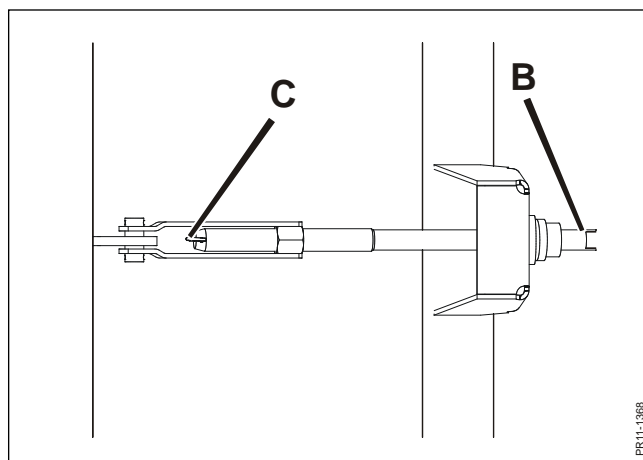

Fig. 3-6
- Fig. 3-6** Le réglage précis de la hauteur de coupe peut être fait en ajustant l'inclinaison de la barre de coupe en **B**. Une goupille élastique **C** maintient le réglage.